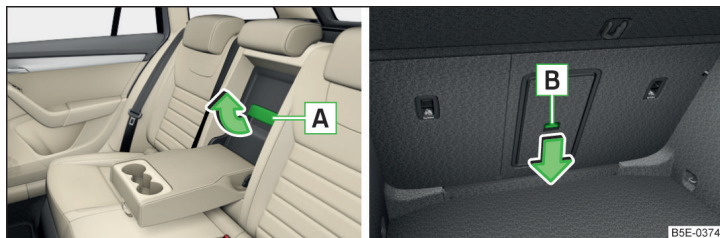

Fig. 83 Abrir la tapa: desde el habitáculo / desde el maletero
- Tire el asidero **A** en el sentido de la flecha » fig. 83 y abata la tapa hacia adelante.
- Empuje la tecla de desbloqueo **B** » fig. 83 en el sentido de la flecha y abata la tapa con el apoyabrazos hacia delante.
Preste atención a que el apoyabrazos esté siempre enclavado después de cerrar la tapa. Se puede reconocer, porque ya no se verá la zona roja encima de la tecla de desbloqueo **B** » fig. 83 desde el maletero.